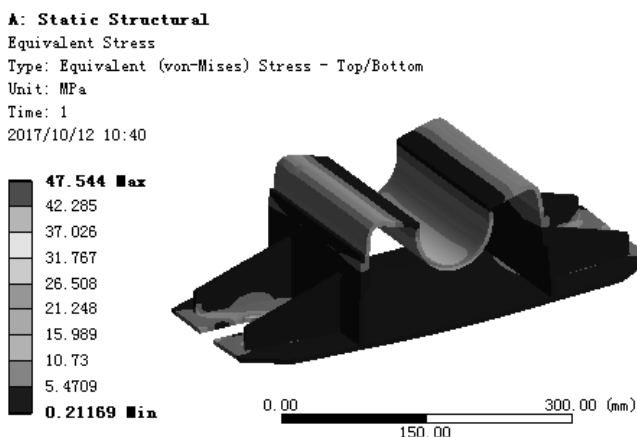

图 7.7.25 应力结果图解
(1) 求解分析。在顶部工具栏中单击 按钮求解分析。
(2) 查看应力结果图解。在“Outline”窗口中选中 **Equivalent Stress**，查看图 7.7.25 所示的应力结果，其最小应力为 0.21169MPa，其最大应力为 47.544MPa。